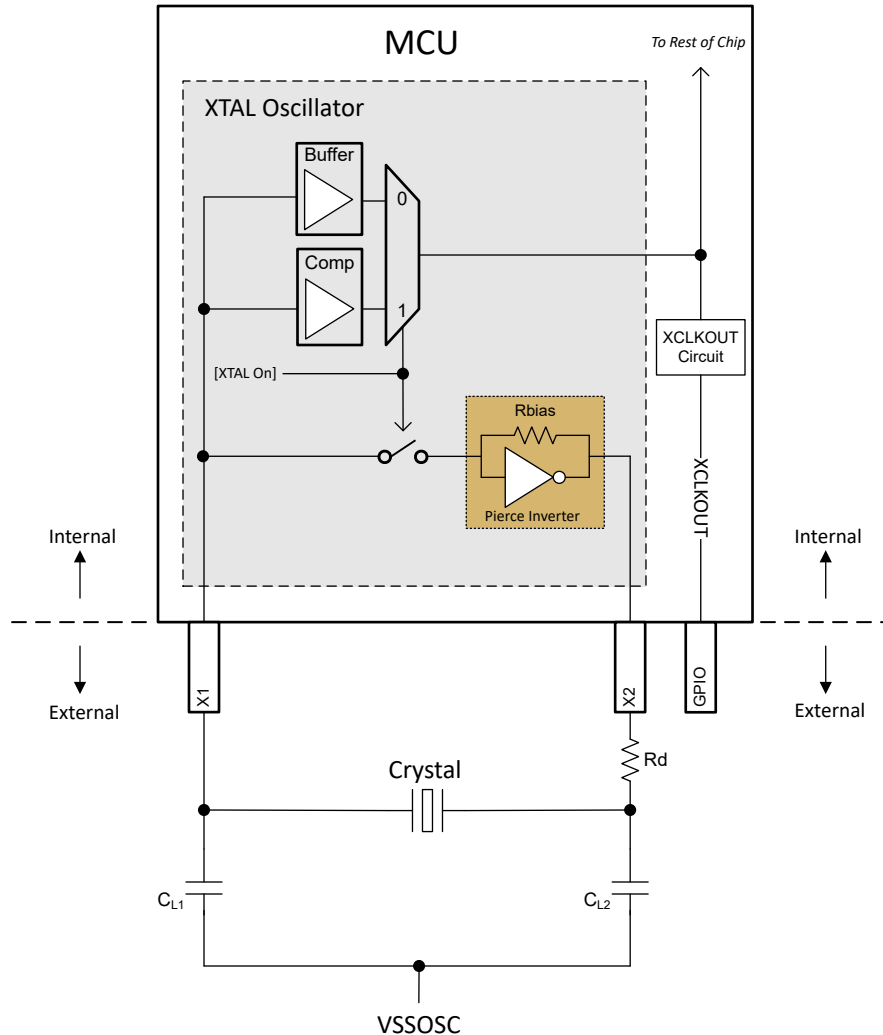

図 6-25. 電気発振回路のブロック図
このデバイスの電気発振回路は、ピアス発振器です。これは正帰還インバータ回路であり、発振するためにはチューニング回路が必要です。この発振器に適合する水晶振動子と組み合わせると、タンク回路が形成されます。このタンク回路は、水晶振動子の基本周波数で発振します。このデバイスでは、発振器は、並列容量 (C0) および必要な負荷容量 (CL) によって、並列共振モードで動作するように設計されています。図 6-25 に、電気発振回路とタンク回路の部品を示します。
図 6-25 によれば、CL1 と CL2 が直列になっているので、水晶振動子から見た等価合計容量を求めるには、静電容量の直列式を適用して、CL1 = CL2 の場合、単純に [CL1]/2 と計算する必要があります。